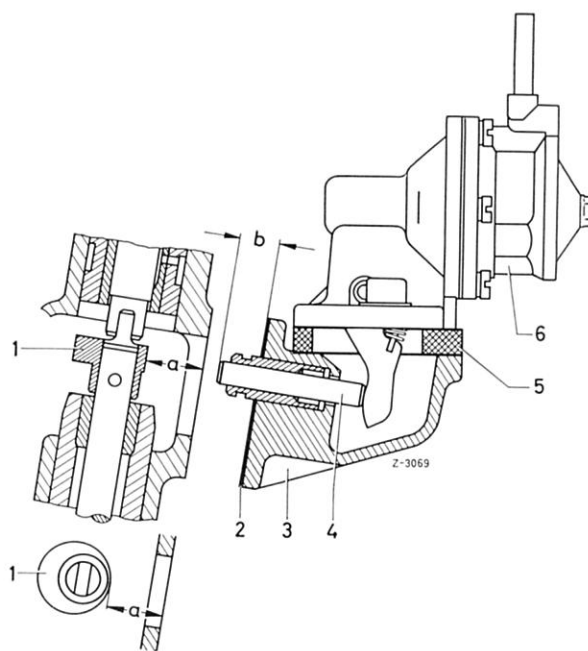

Bild 00-61/1
Werden die Sollwerte mit der neuen Pumpe noch immer nicht erreicht, Abstände „a“ und „b“ zwischen dem auf Druckpunkt stehenden Stößel (4) der Kraftstoff-Förderpumpe und dem auf UT stehenden Betätigungs-nocken (1) messen (Bild 00-61/1).